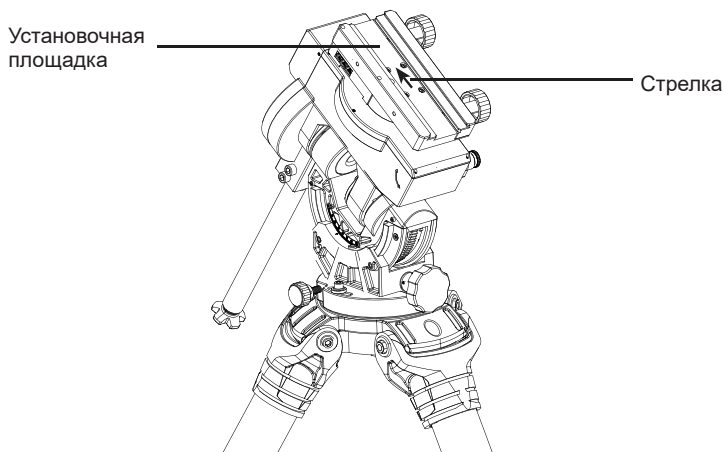

Рис. 1.5
2. Труба телескопа должна быть направлена в ту же сторону, что и стрелка на пластине «ласточкин хвост» (рис. 1.5).